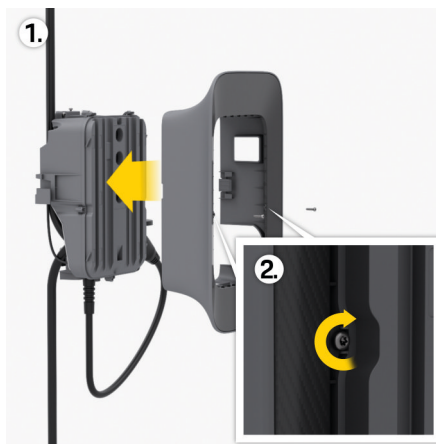

Fig. 27: Fixation du cadre design
3. Desserrez les vis sur les bords gauche et droit du cadre design **2** ▷ (Fig. 27).